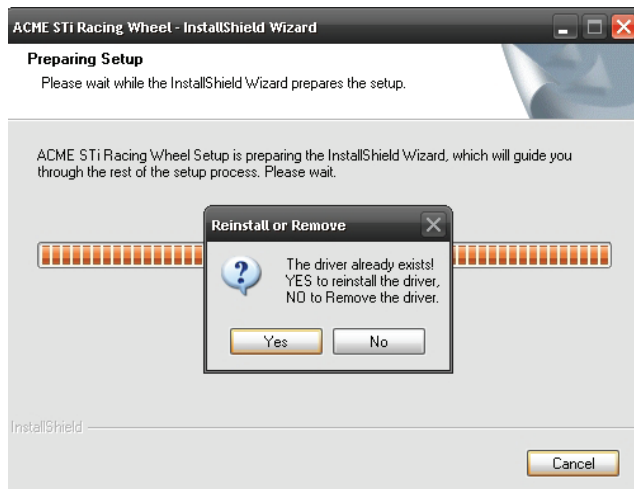

Figura 7
- Volte a correr o driver. Clique NO para remover o driver. Clique YES para reinstalar o driver. (ver Figura 7, conforme se segue).